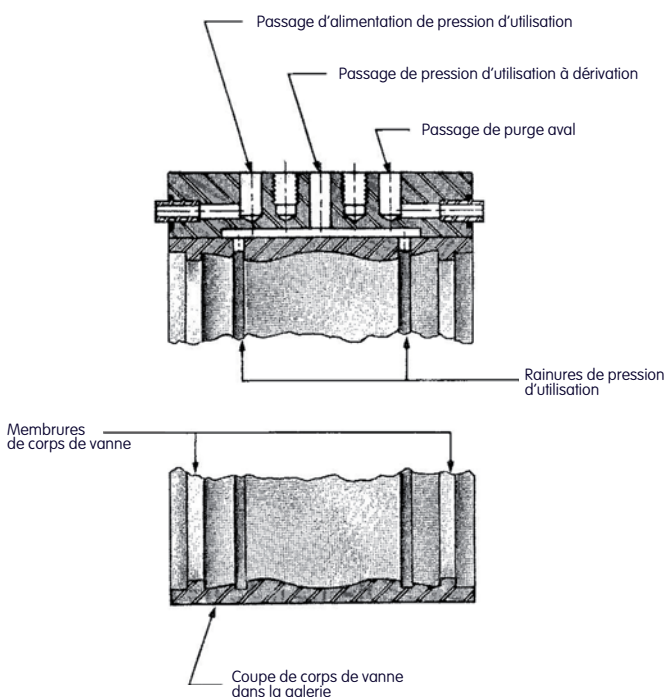

Figure 37
2. Inspectez l'intérieur du corps de vanne pour déceler des marques inhabituelles et de la corrosion. Nettoyez soigneusement. Nettoyez par soufflage les passages de galerie (Figure 37). Le passage central de pression d'utilisation est équipé de deux ports internes. Assurez-vous qu'aucun d'entre eux n'est bloqué.